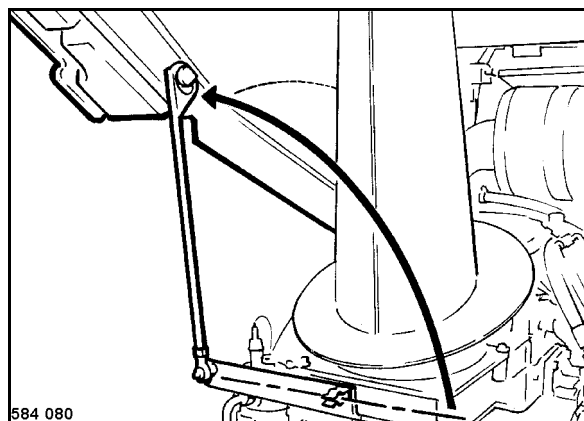

Fig. 83
- Sacar el apoyo de su fijación y apuntalar la cubierta (Fig. 83).